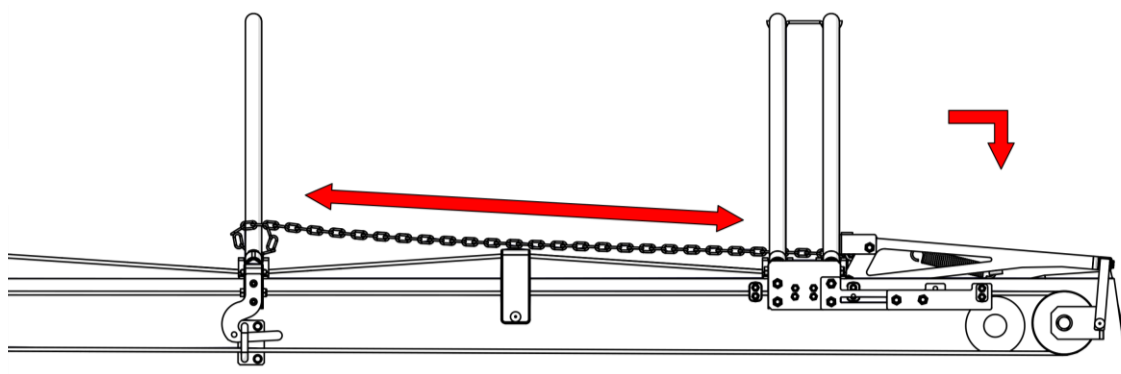

fig. 2
8. Abaisser manuellement la fermeture et régler la chaîne, en faisant en sorte que lorsque la fermeture est abaissée, elle soit parfaitement en tension (fig. 2).